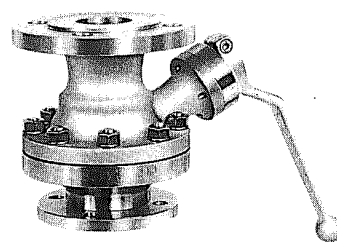

Fig. 2 · Vanne de fond de cuve type 22-3
**Type 22-3** (fig. 2) · Vanne de fond de cuve avec levier de commande manuelle.